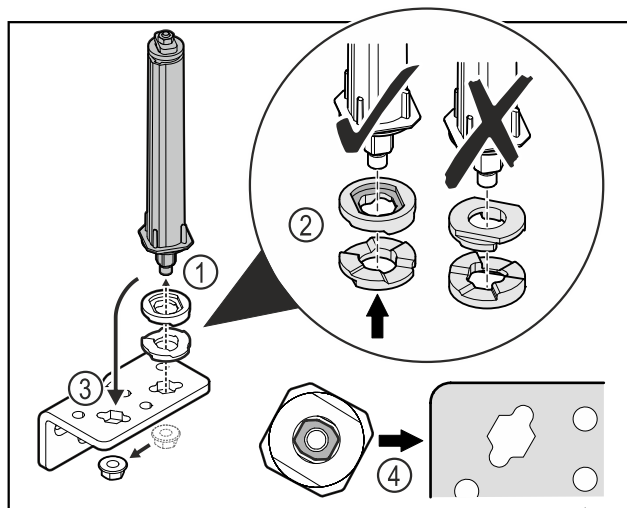

Fig. 37
- ▶ Oldja ki az anyát, és távolítsa el az ajtózáro rendszert Fig. 37 (1).
- ▶ Ügyeljen a magasságállító alátétek helyes beigazítására Fig. 37 (2).
- ▶ Helyezze át az ajtózáro rendszert a zsanéridombban, és rögzítse az anyával Fig. 37 (3).
- ▶ Behelyezéskor ügyeljen az ajtózáro rendszer helyes beigazítására Fig. 37 (4).